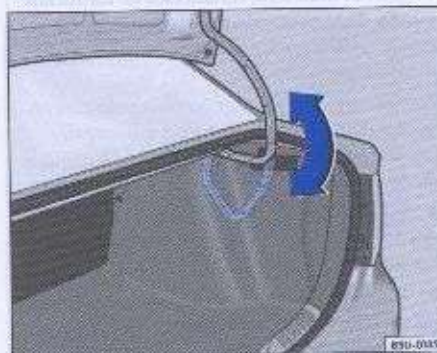

Fig. 60 Área de acción de la bisagra de la tapa del maletero - Voyage
- Asegúrese de que el área de acción de la bisagra en el vehículo Voyage → fig. 60 esté libre para evitar eventuales daños en el equipaje transportado o en la bisagra - ¡peligro de daños!